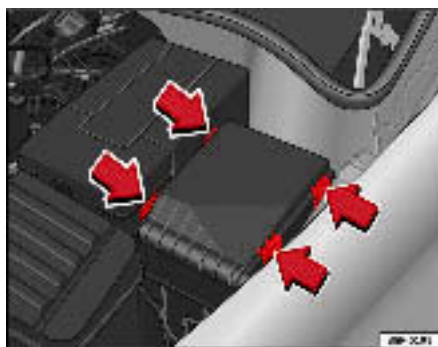

Fig. 181 Cache de fusibles dans le compartiment moteur
- Retirez le cache de fusibles du compartiment moteur en faisant pression sur les languettes vers le centre du cache ⇒ fig. 181.